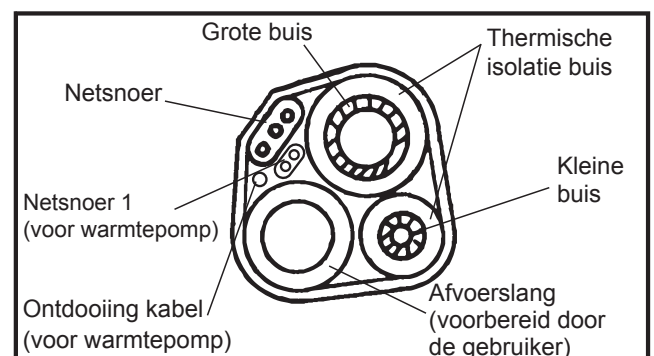

Afb.13
5) Na het aansluiten van leidingen, zoals vereist, kunt u de afvoerslang installeren. Vervolgens sluit u de netsnoeren aan. Na het aansluiten, de leidingen, kabels en de afvoerslang samen met thermische isolatiematerialen inwikkelen (Afb.13-Afb.15).